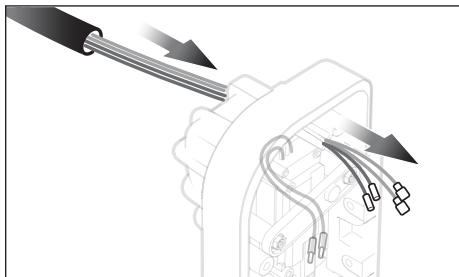

Figure 8. Installer le câblage du JXi
6. Faire passer l'extrémité de la borne des deux fils roses du microrupteur et les deux fils verts et bleus de l'actionneur du nouveau faisceau de câbles JXi à travers l'ouverture à l'arrière du VersaFlo, un à la fois, se reporter à la *Figure 8*.